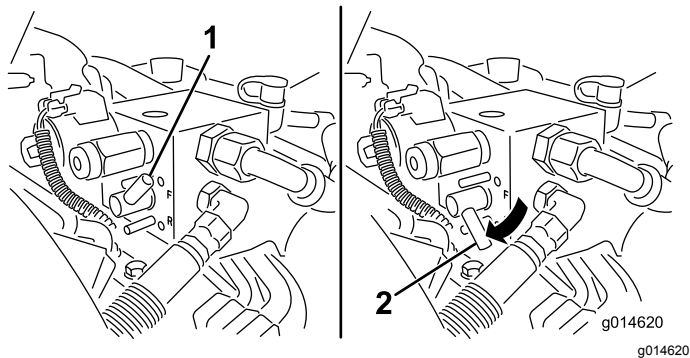

図 49
5. バックラップレバーを逆転R位置にセットする 図 49。